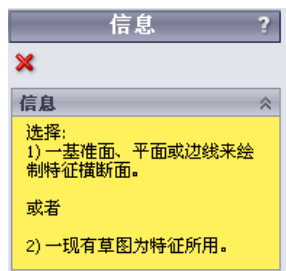

图 10.5.11 “信息”对话框
Step1. 在“模具工具”工具栏中单击  按钮，系统弹出图 10.5.11 所示的“信息”对话框。